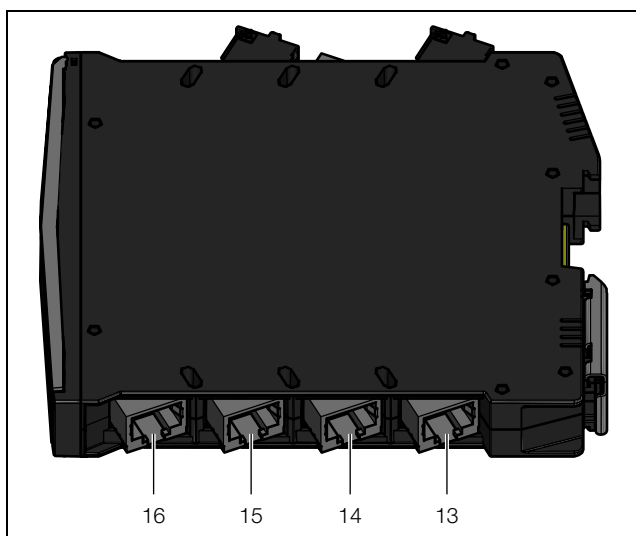

Fig. 6 : raccords en bas sur l'interface IoT
À la place du raccordement direct et un bloc d'alimentation externe, vous pouvez également alimenter l'interface IoT avec la tension de régime requise via un climatiseur Blue e+ connecté au raccordement X6 (fig. 6, pos. 14).
si le raccordement électrique **n'est pas** réalisé en raccordement direct, il n'est pas possible de connecter un deuxième climatiseur au raccordement X5 (fig. 6, pos. 13) ni de connecter de composants aux raccordements CAN-Bus (comme p. ex. les détecteurs CMC III ou le Smart Monitoring System).
Une large palette de capteurs par exemple pour le contrôle d'accès peut être raccordée aux deux interfaces CAN-Bus en bas sur l'interface IoT (fig. 6, pos. 15 et 16) (cf. chapitre 16 « Accessoires »).